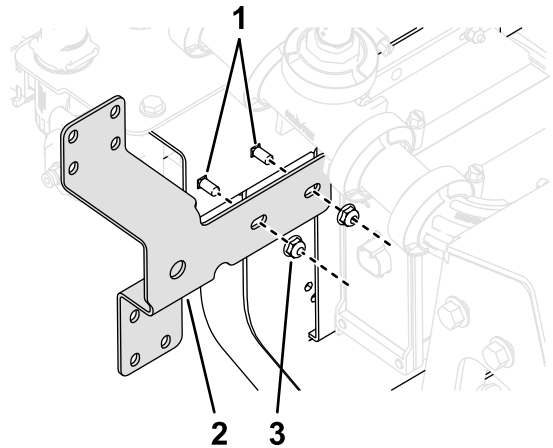

Bild 36
13. Bauen Sie die Regelventilhalterungsbaugruppe mit zwei Schlossschrauben ($\frac{1}{4}$ -20 x $\frac{5}{8}$ ") und zwei Sicherungsmuttern ($\frac{1}{4}$ -20"), wie in Bild 36 zu sehen, an der Maschine ein; ziehen Sie die Schrauben mit 10 bis 12 N·m an.